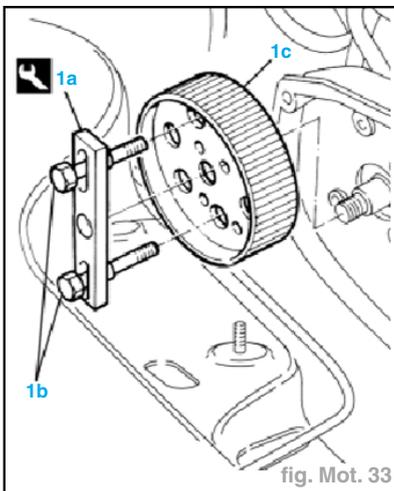

fig. Mot. 33
- Dévisser l'écrou de fixation (2) de la poulie et déposer les deux vis positionnées précédemment.
- Monter l'extracteur (1a) 1.860.854.000 sans la vis centrale et visser la vis (1b) de l'outil, puis déposer la poulie de la pompe de pression (1c) (fig. Mot. 33).